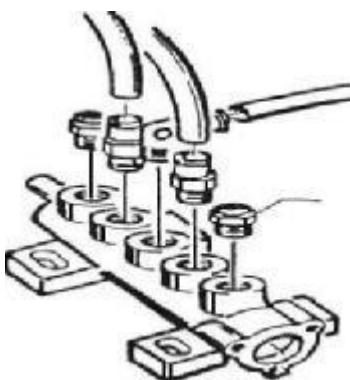

Fig.18
Для открытия/закрытия фиксаторов (см. рис. 18), действуйте следующим образом:
2. Отвинтите глушитель, нажмите педаль ( на рис.18 -открывающая фиксатор педаль)
Для открытия/закрытия клапанов (смотрите рис.18) сделайте следующее: